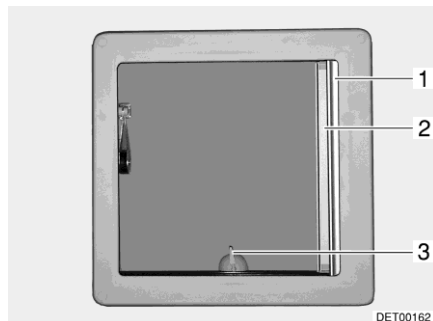
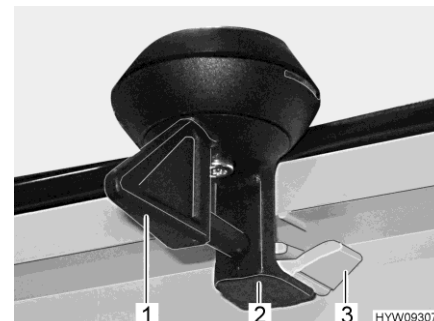

Fig. 45 Claraboya inclinable
Fig. 46 Bloqueo (claraboya inclinable)
- Girar la palanca (Fig. 45,3 ó Fig. 46,1) un cuarto de vuelta.
- Girar la palanca un cuarto de vuelta. El bloqueo (Fig. 46,2) tiene que deslizarse al interior de la pestaña inferior (Fig. 46,3).
Cerrar: ■ Extraer del estor plegable (Fig. 45,1) y soltarlo en la posición deseada. El estor plegable se queda fijo en esta posición.
Cerrar: ■ Tirar la mosquitera enrollable (Fig. 45,2) hasta que engatille en el bloqueo del lado contrario.